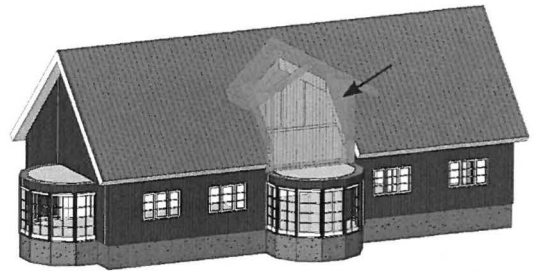

Fig. 09.143.
- Marker kvistens 3 vægge og taget (Fig. 09.143).